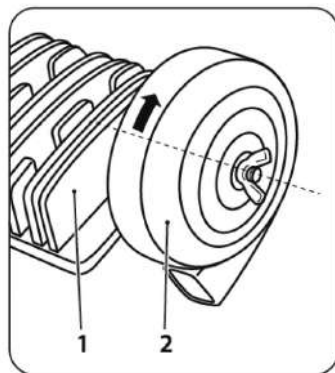

Рис. 3
4. Установите на каждый поршневой блок (1) воздушный фильтр (2) (рис. 3).